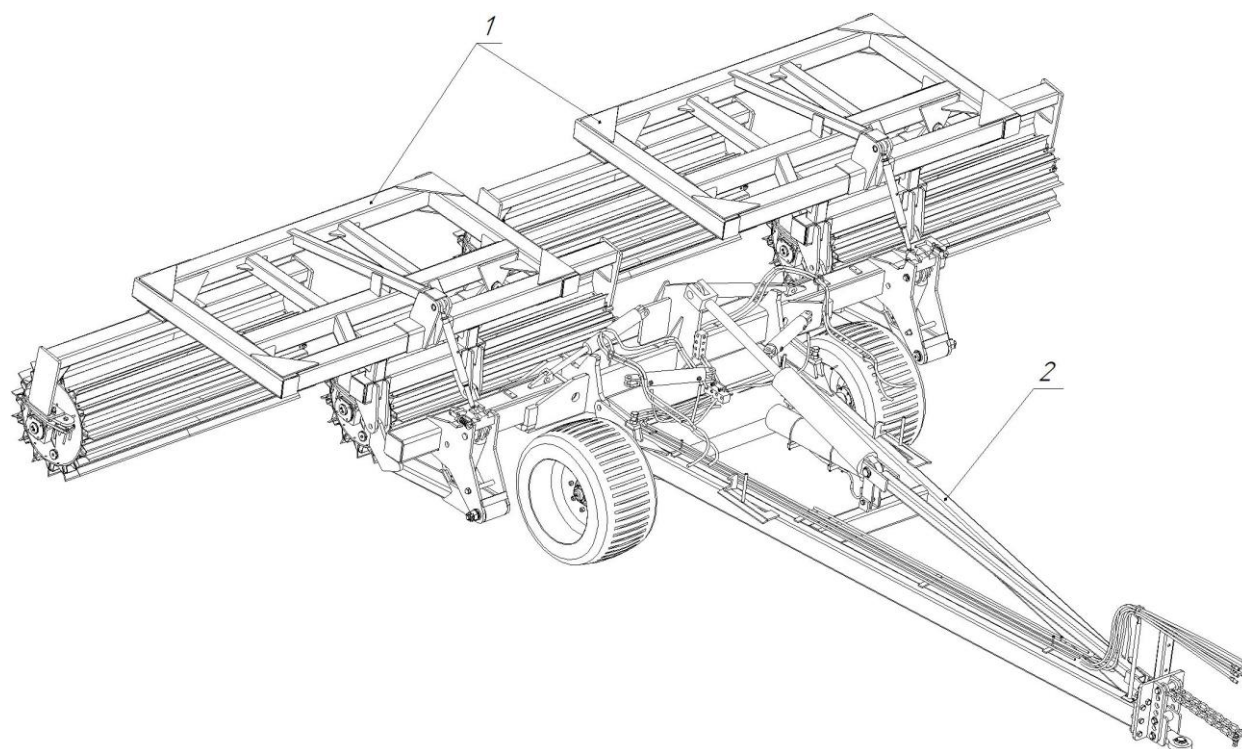

Рисунок 1 – Рабочее положение РН-8
Таблица 2 – Составные части РН-8 (см. также рис. 1)
2.3.1 Измельчитель РН-8 состоит из следующих основных узлов: рамы 1 (см. рис.1) и двух измельчителей РН-4 2 (см. рис.1).